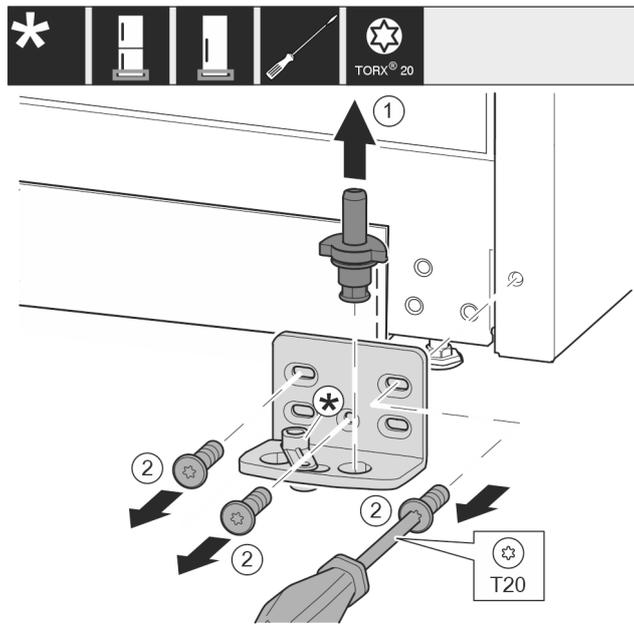

Fig. 13
- ▶ Опорный палец Fig. 13 (1) полностью извлеките движением вверх.
- ▶ Открутите винты Fig. 13 (2) отверткой и снимите опорный кронштейн.